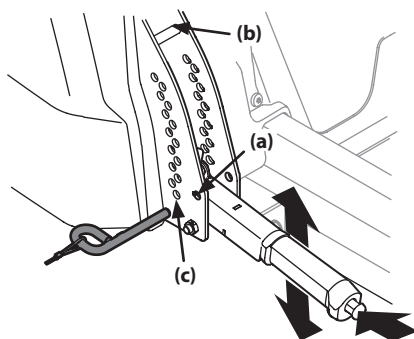

Figure 4-16
- a. Placez le levier de relevage du plateau de coupe à la position de démontage et d'installation (a) pour relever le plateau de coupe. Voir Figure 4-16.
- d. Abaissez le plateau de coupe à la position de démontage / d'installation du plateau de coupe (a) à l'aide du levier de relevage. Voir Figure 4-16.
- e. Abaissez le plateau de coupe à la position de démontage / d'installation du plateau de coupe (a) à l'aide du levier de relevage. Voir Figure 4-16.
1. Placez le levier de relevage du plateau de coupe à la plus haute position de coupe (b). Voir Figure 4-16.